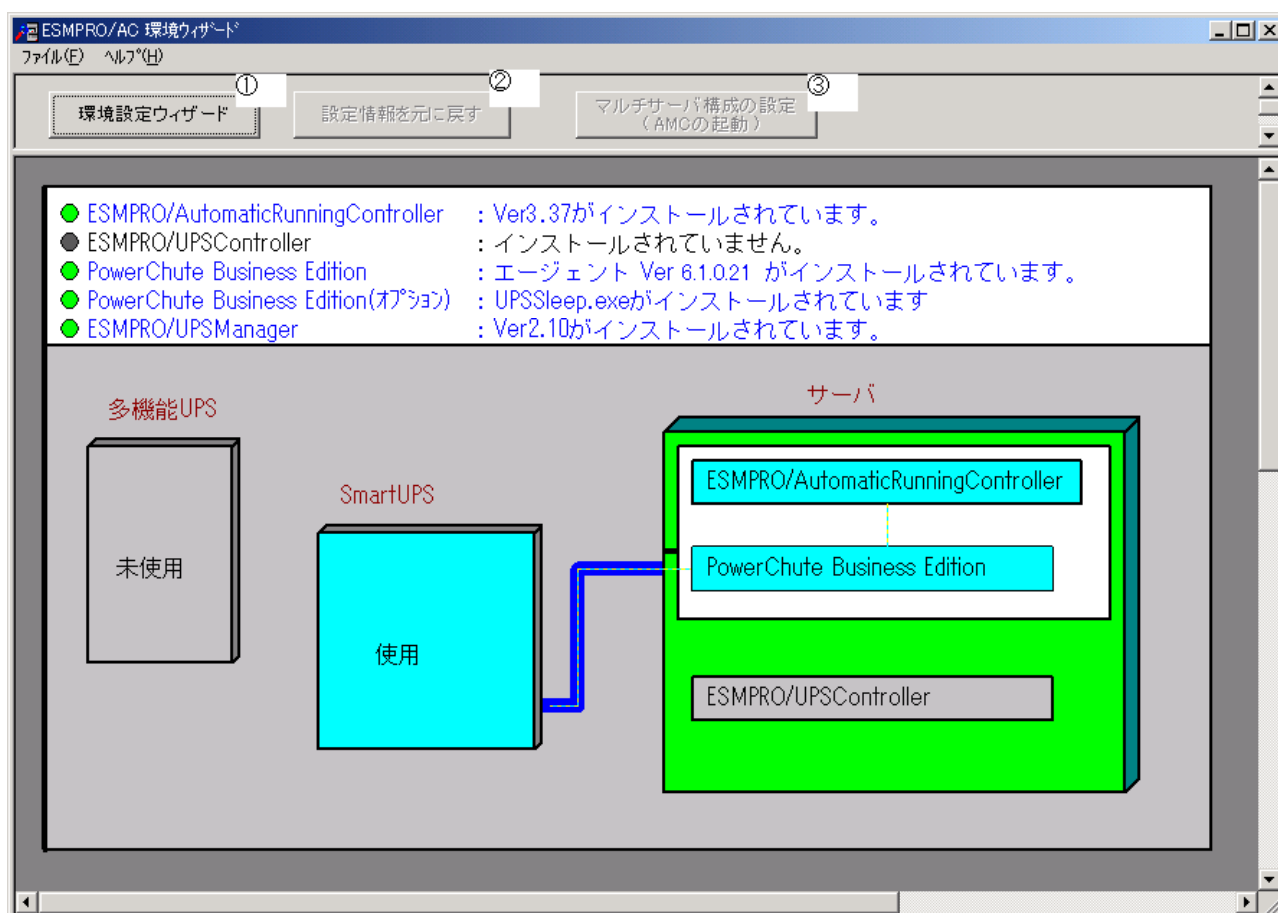

図 5 環境ウィザード画面
「設定情報を元に戻す」ボタン（図5の②）を押すと、ESMPRO/AutomaticRunningController 連携の設定情報が削除され、PowerChute *plus* の設定が連携前の設定に戻ります。
ESMPRO/AC Advance がインストールされている場合は、「マルチサーバ構成の設定（AMCの起動）」ボタン（図5の③）を押すと、「AC Management Console」が起動されます。